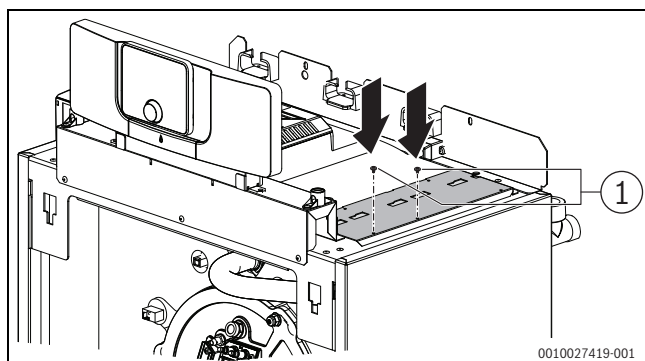

Fig. 32 Serrage des vis
- Visser deux vis jusqu'à 1,5 mm dans le support du module (→ fig. 32, [1]).